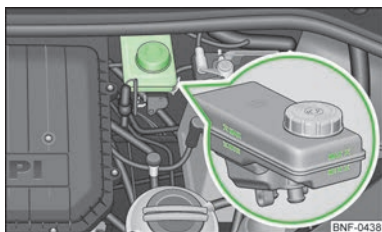

Fig. 102
- > Verificați nivelul lichidului de frână pe recipientul acestuia » fig. 102. Nivelul trebuie să se găsească între marcasele „MIN” și „MAX”.